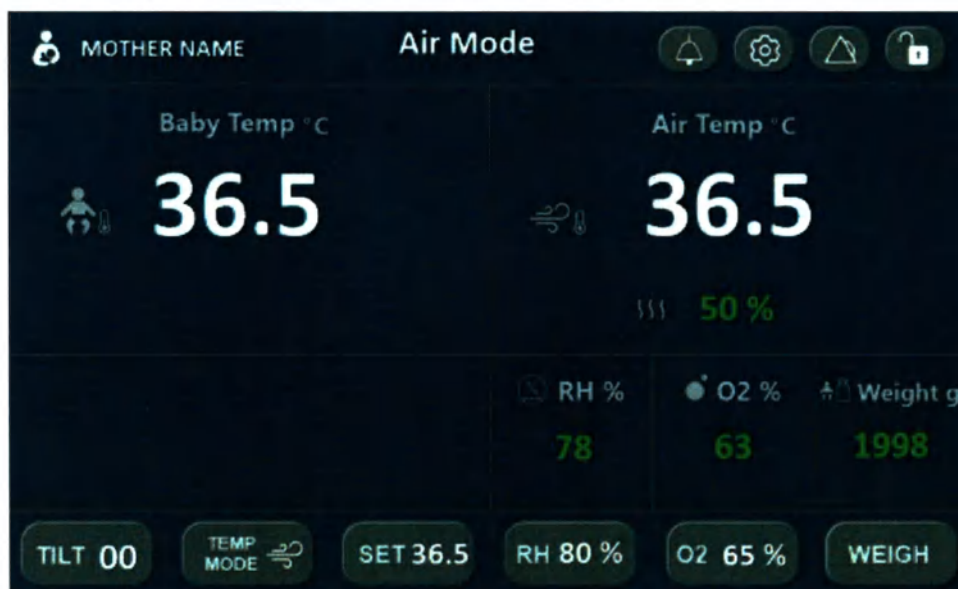

Рис. 9.15 – Главный экран после перехода в режим «Воздух»
2. Подтвердите выбор режима «Воздух». Теперь изделие работает в заданном режиме, и главный экран будет выглядеть следующим образом (см. Рис. 9.15):